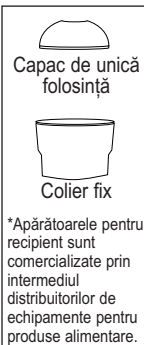
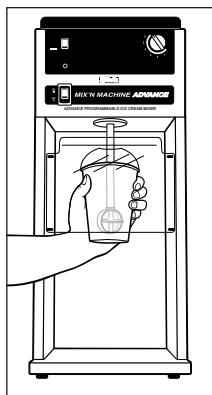

Figura 1
Figura 2
4. Amplașați o apărătoare pentru recipient pe acesta (Consultați Figura 1). Țineți recipientul (și capacul sau colierul) în mână cu rezistență suficientă (**din lateral, nu dedesubt**) și introduceți sub deflector. Deplasați recipientul sub paleta de amestecat și ridicați astfel încât paleta de amestecat să atingă fundul recipientului. Consultați Figura 2.